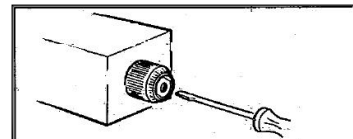

Рис. 3
- С помощью отвертки нажать на штифт каждого электрического клапана (см. рис. 3), чтобы вручную разблокировать клапаны после длительного хранения.